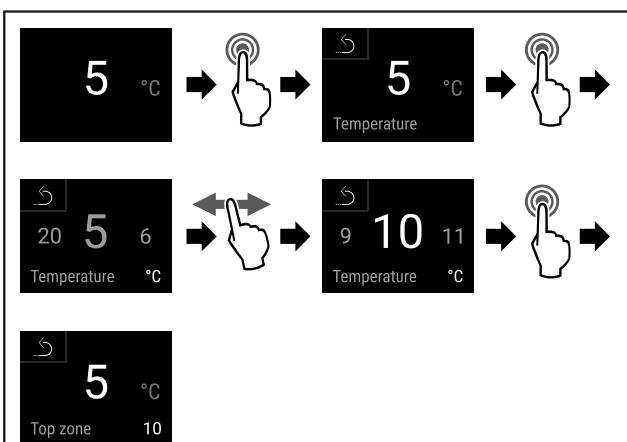

Fig. 67
- Obavite korake postupka (pogledajte Fig. 67).